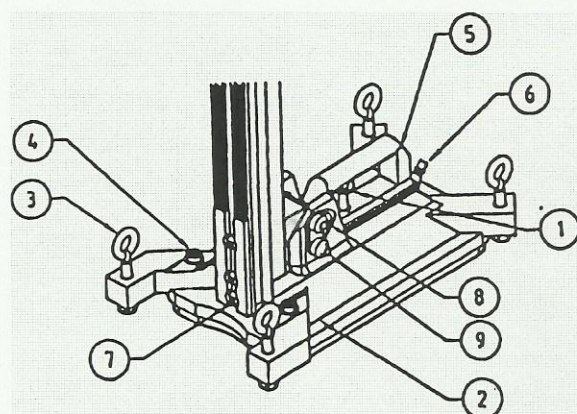

Рис. 3-3 Платформа
3.2.3 Платформа (рисунок 3-3)
3.2.4 Вертикальное и наклонное положения (рисунок 3-3)